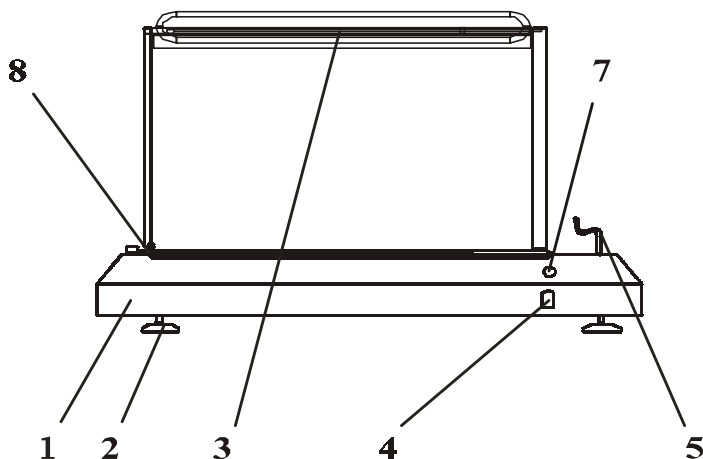

Рис. 1. Схема аппарата ТПЦ-370Н
Упаковочный аппарат ТПЦ–370Н (рис.1) представляет собой сборный металлический корпус 1 с установленным сваривающим и отрезающим рамным термоможем 3. К аппарату прилагается подставка для термопленки 6 с двумя параллельными валами, предназначенными для установки на них рулона термопленки.
3. Далее, обеими руками необходимо плотно накрыть продукт в полурукаве подвижной рамой термоножа, при этом загорается индикатор включения ножа 7 (рис. 1).
1. Выключить кнопку «Сеть» 4 (рис. 1).
**Внимание!** Температура нихромовой нити термоножа 3 (рис.1) может достигать значительных величин, превышающих стойкость тефлонового покрытия. Конструкцией предусмотрено специальное реле времени, которое ограничивает длительность импульса тока (1,8 сек.), поэтому температура ножа не превышает критических величин.